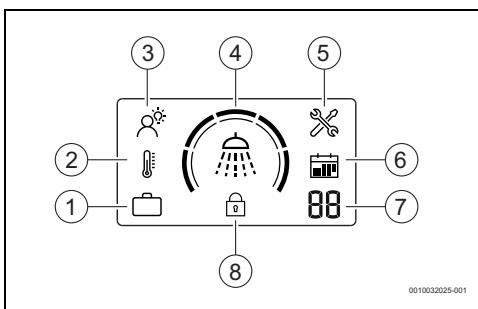

Fig. 5 Ansamblu controler cu afișaj
- Apăsați tasta  până când regimul INTELIGENT apare pe afișaj ( $\rightarrow$  Fig. 5 [3]).
- Apăsați tasta  până când regimul Manual apare pe afișaj ( $\rightarrow$  Fig. 5 [2]).
- Apăsați tasta  până când regimul Vacanță apare pe afișaj ( $\rightarrow$  Fig. 5 [1]).
- Apăsați tasta  pentru a seta numărul dorit de zile de vacanță ( $\rightarrow$  Fig. 5 [7]).
Această funcție blochează panoul de comandă (→ Fig. 5 [8]).